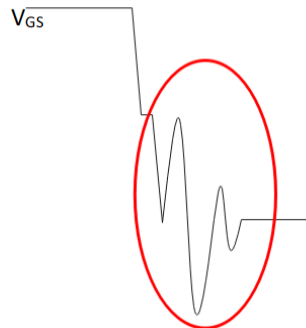

图8-4栅极振铃现象
- 1) 栅极信号振铃，导致 MOS 损坏（如图 8-4 所示）；